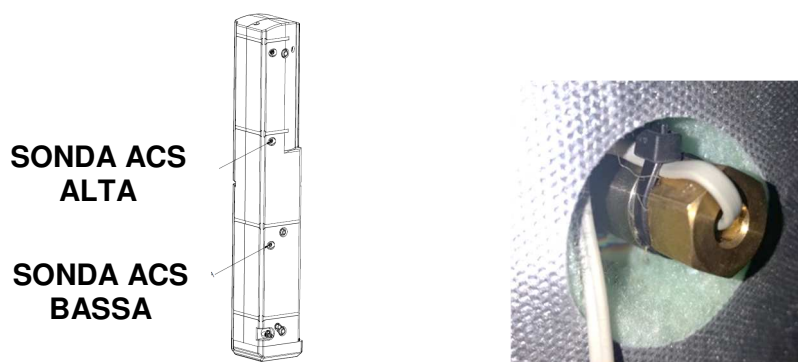

Fig.3_6
**Una volta posizionate, assicurare le sonde al bollitore con delle fascette per evitare che possano essere accidentalmente sfilate (Fig. 3_6).**